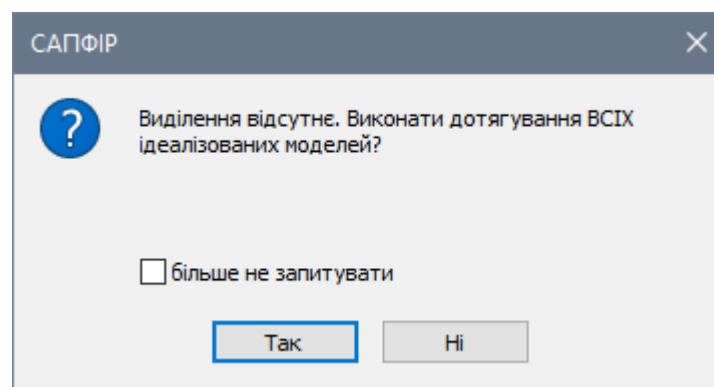

Рис. 23.30. Діалогове вікно САПФІР
- У діалоговому вікні **САПФІР** (рис. 23.30) натисніть кнопку **Так**.